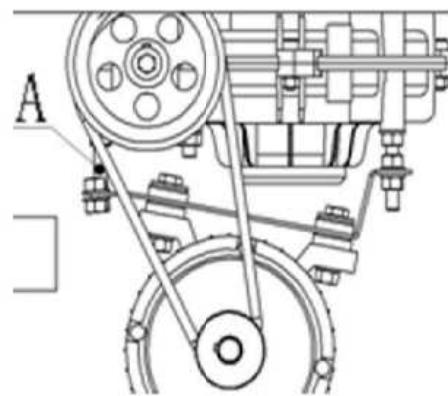
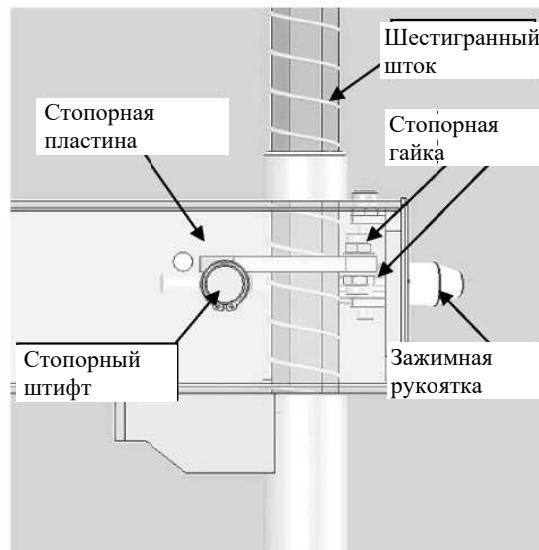

Рис. 13-2
Рис. 13-3
**Через 20 дней после начала эксплуатации** повторно затяните крепежные винты зажимных кулачков (рис. 13-3). Если стол медленно вращается, проверьте натяжение ремня. Натяжение ремня регулируется винтом «A» (рис. 13-2), установленным на специальной опоре.
Когда зажимная рукоятка шестигранного штока опускается вниз, шестигранный шток поднимается под действием пружины. При повороте зажимной рукоятки по часовой стрелке на 100°, стопорный штифт, соединенный с рукояткой, поднимет стопорную пластину, которая зафиксирует шестигранный вал. В это время головка инструмента сместится вверх и вправо примерно на 2 мм, и образуется зазор от нее до диска колеса. Если шток не фиксируется надежно, или зазор до диска не является правильным, вы можете отрегулировать ход стопорной пластины, используя стопорные гайки (рис. 13-3).